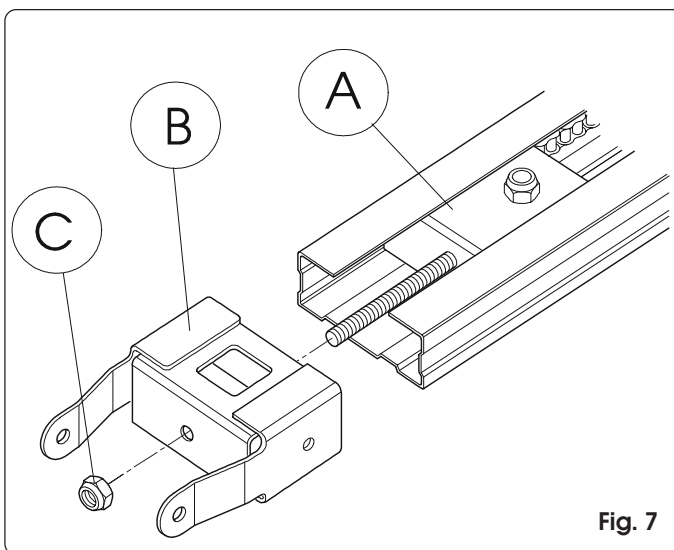

Fig. 7
- 2) Déplacer le groupe de renvoi (fig. 7 réf. A) le long du rail jusqu'à ce qu'il se trouve près de l'extrémité avant.
- 3) Assembler l'attache avant (fig. 7 réf. B) au groupe de renvoi (fig. 7 réf. A).
- 4) Tendre légèrement la chaîne en vissant l'écrou (fig. 7 réf. C).